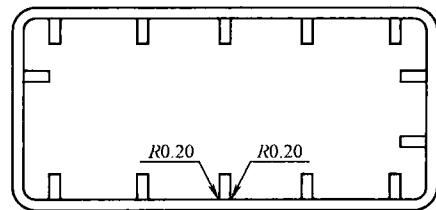

图 1-12 肋与外壁之间做成 $R0.2 \sim 0.3\text{mm}$ 的圆弧过渡
5) 肋与外壁之间做成 $R0.2 \sim 0.3\text{mm}$ 的圆弧过渡 (图 1-12), 避免应力集中而开裂, 避免产生倒扣不能出模, 但圆弧太大又会缩水凹陷。